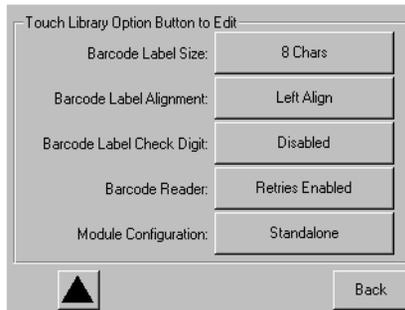

Figure 3-3. Écran de sélection Module Configuration
- Appuyez sur la flèche vers le bas (▼) jusqu'à ce que l'option de menu Module Configuration (Configuration du module) apparaisse au bas de l'écran (voir la Figure 3-3).
4. Appuyez sur la flèche vers le bas (▼) jusqu'à ce que l'option de menu Module Configuration (Configuration du module) apparaisse au bas de l'écran (voir la Figure 3-3).